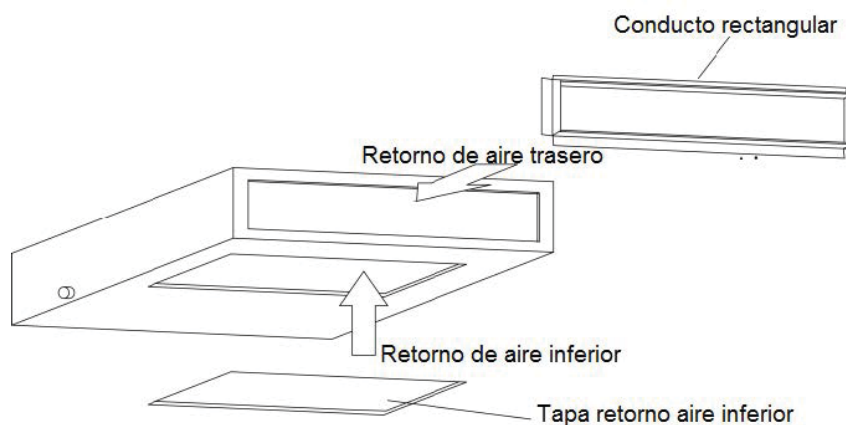

Fig.11
a. La ubicación de instalación predeterminada del retorno rectangular es en la parte posterior y La placa de la cubierta del aire de retorno está en la parte inferior, como se muestra en la Fig.11.